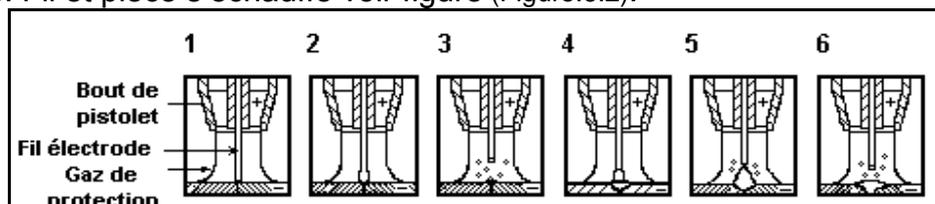

Figure.6.2
- Transfert par **courts-circuits** : Le fil arrive près de bords à assembler. L'arc s'amorce. Fil et pièce s'échauffe voir figure (Figure.6.2).